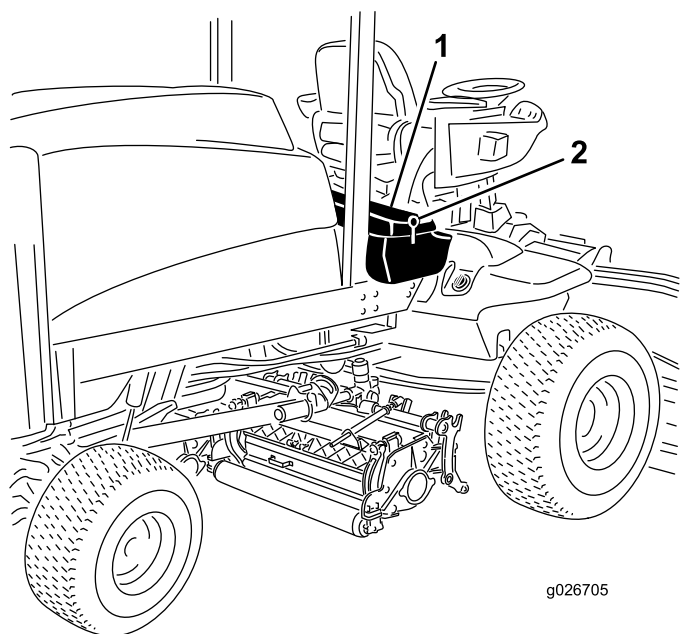

Figure 83
1. Déverrouillez et soulevez le panneau de la console (Figure 83).